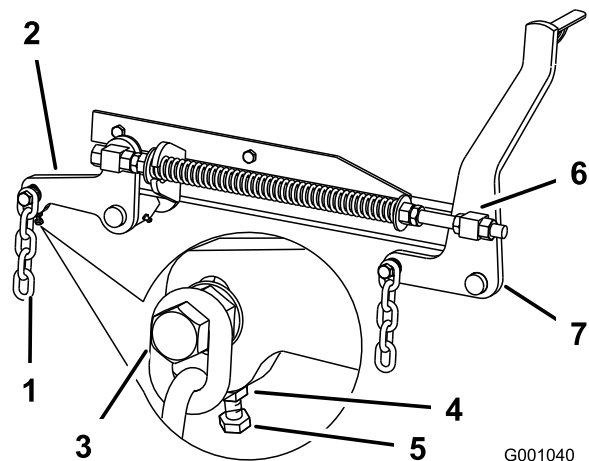

Figura 81
7. Si las medidas realizadas en las posiciones **B** o **C** no son correctas, afloje el perno que fija la cadena trasera al brazo de soporte trasero (Figura 81).
8. Afloje la contratuerca situada debajo del brazo de soporte trasero y ajuste el perno de ajuste hasta obtener una medida de 80 a 83 mm (Figura 81).
7. Afloje las contratuercas de pivote delantero, en la parte delantera de los pivotes derecho e izquierdo, aproximadamente 13 mm (Figura 81).
8. Ajuste las tuercas de elevación en el lado izquierdo y derecho de la máquina hasta obtener 6 a 10 mm menos en la parte delantera en **A** que en la parte trasera, en **B** (Figura 81).